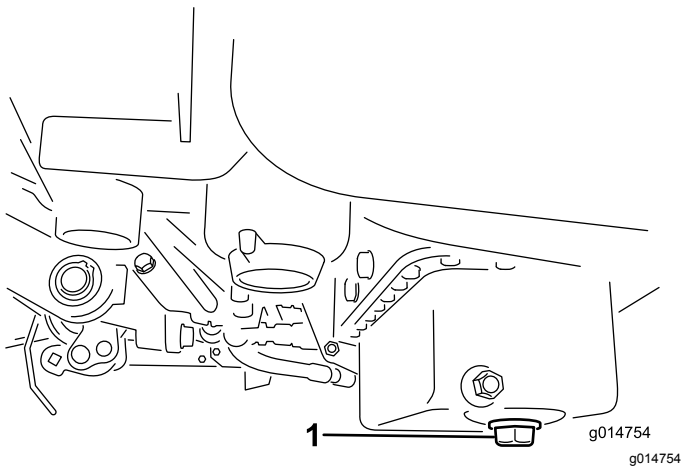

Bild 40
1. Entfernen Sie die Ablassschraube und lassen das Öl in eine Auffangwanne ab. Schrauben Sie die Ablassschraube wieder ein, nachdem das Öl abgelassen ist (Bild 40).